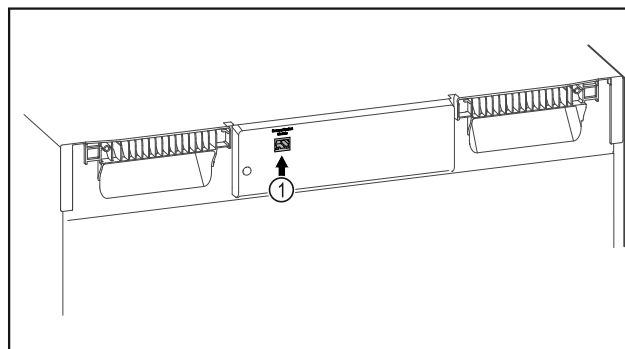

Fig. 150
- Le SmartModule Fig. 150 (1) est installé.